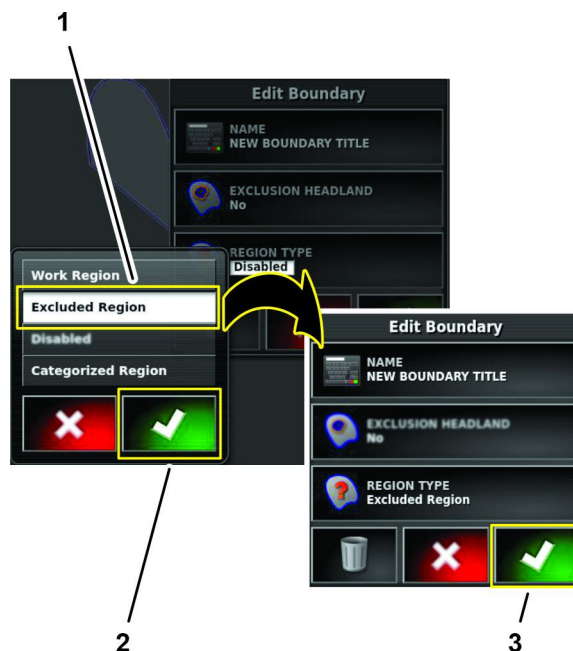

Figure 62
2. Dans la boîte de dialogue Type de zone, appuyez sur l'icône ZONE D'EXCLUSION, puis sur l'icône de confirmation (Figure 62).
3. Dans la boîte de dialogue Modifier une limite, appuyez sur l'icône de confirmation (Figure 62).